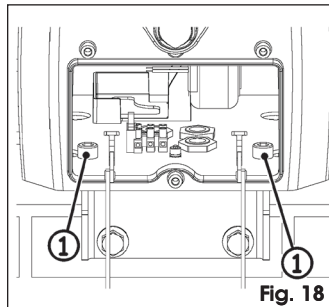

Fig. 18
6. Ouvrir de nouveau le compartiment central et visser les deux autres vis, Fig. 18 réf. ①.